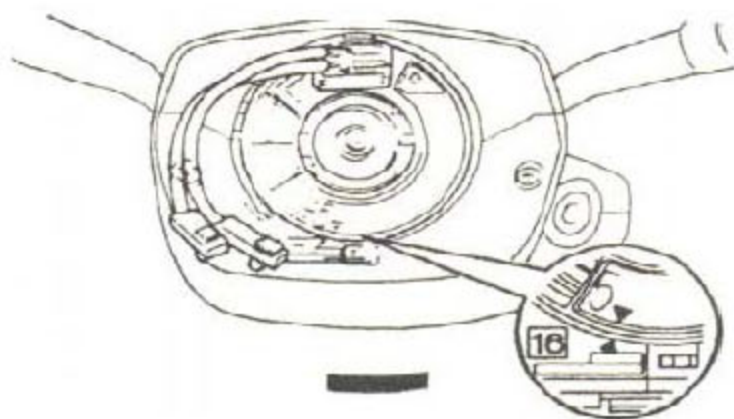

图 2-16
- D). 顺时针旋转电缆盘大约 2.5 圈，对齐标记，如图 2-16 所示。注意：电缆盘可以绕中心左右双向旋转 2.5 圈。